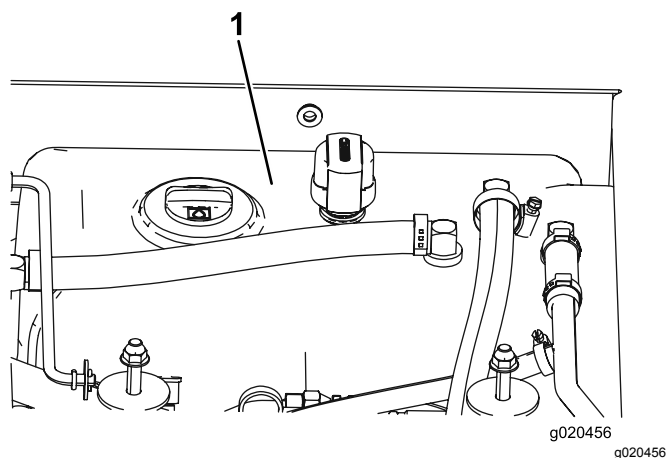

Figura 105
4. Encha o reservatório (Figura 105) com fluido hidráulico; consulte Verificar o fluido hidráulico \(página 73\).